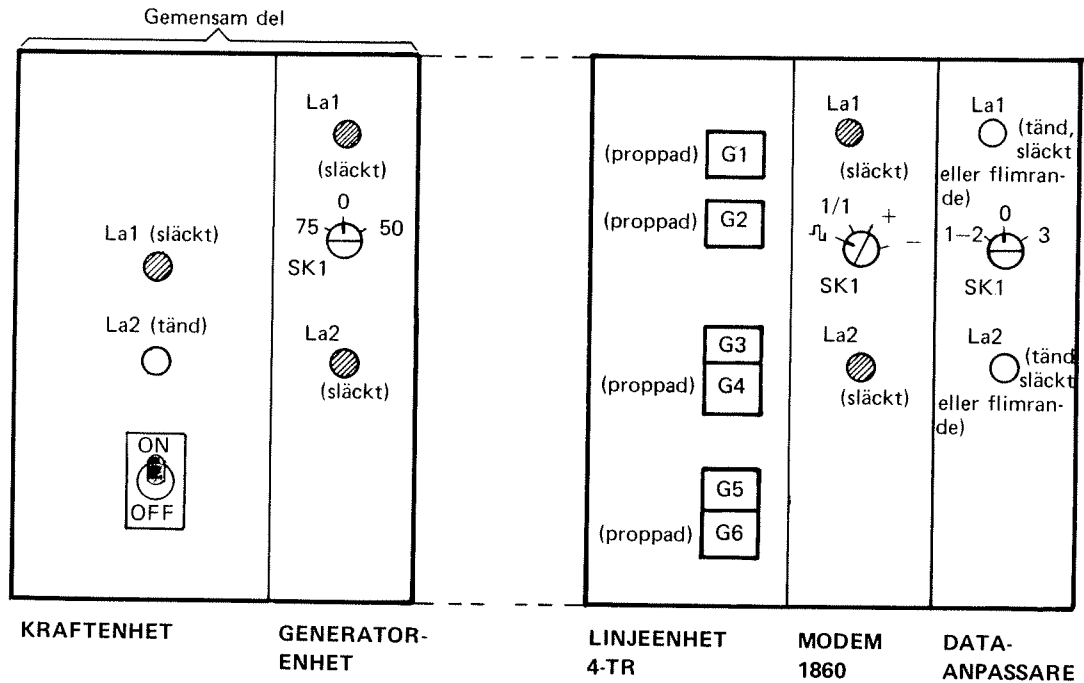

Bild 79. Telegrafinlagringsutrustning. Normalinställning under drift
- o Kontrollera att samtliga omkopplare och proppar står i trafikläge. Se bild 79. Se även avsnitten 3.85.2 och 3.85.3.